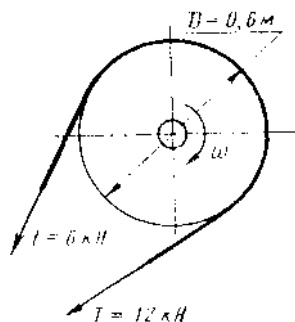

Рис.12
11. Чему равен вращающий момент, приложенный к шкиву ременной передачи (рис. 12)?